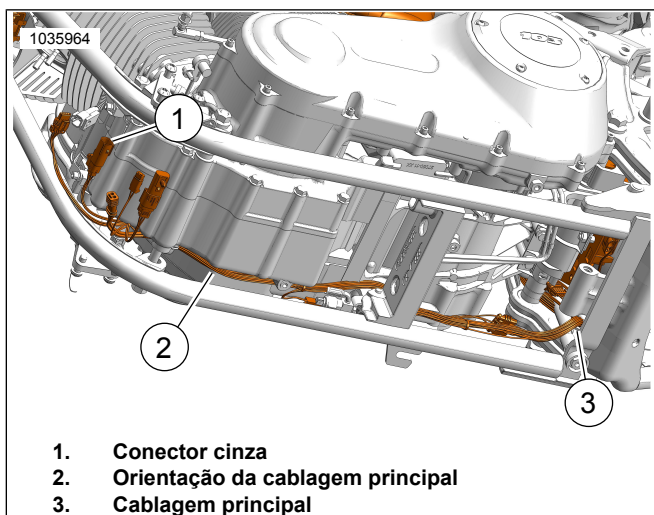

Figura 35. Orientação da cablagem
14. Ver Figura 35. Encaminhe o conector cinza da cablagem para fora do compartimento da bateria:
- Localize a cablagem principal (3).
- Encaminhe a cablagem com o conector cinza ao longo da cablagem principal (2) na direção do conector da cablagem principal dianteira.
- Correspondência de cor dos conectores (1): cinza ao cinza.